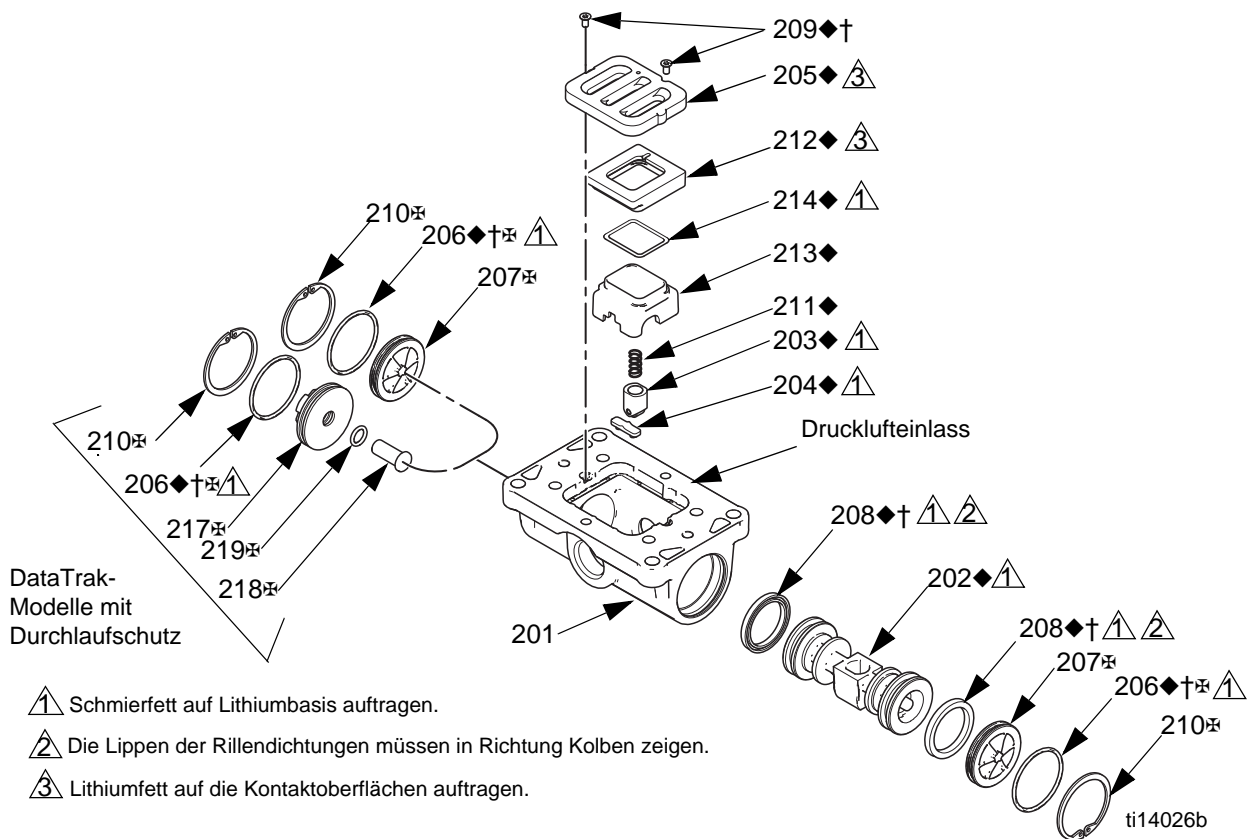

ABB. 4. Luftventilsatz
2. Siehe ABB. 4. Mit einem Torx-Schraubenzieher (T8 für Mittelteile aus Aluminium, T9 für Mittelteile aus Kunststoff) zwei Schrauben (209) ausbauen. Ventilplatte (205), Lager (212-214), Feder (211) und Sperrvorrichtung (203) ausbauen.
3. Luftglocke (213) aus der Basis (212) ziehen. Den O-Ring (214) vom Lager abnehmen.
4. Siehe ABB. 4. Halteringe (210) an jedem Ende des Druckluftventils ausbauen. Mit dem Kolben (202) die beiden Endkappen (207, 217) aus den Enden schieben. O-Ringe der Endkappe (206) ausbauen. Sollte das Pumpenmodell ebenfalls mit einem Durchlauf-Schutzmagnet ausgerüstet sein, ebenso den Magnetauslöseschalter (218) und den O-Ring (219) ausbauen.
5. Die Rillendichtungen (208) an jedem Ende des Kolbens (202) ausbauen und dann den Kolben ausbauen. Die Arretierhaken (204) aus dem Luftventilgehäuse (201) entfernen.